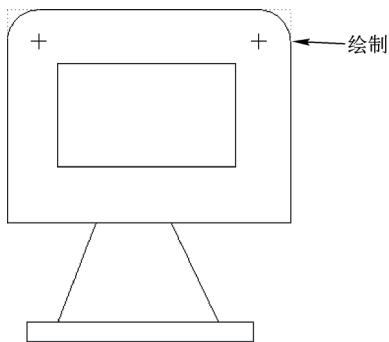

图 2-66 绘制其他圆角
STEP 04 用与上述同样的方法，绘制其他的圆角，单击鼠标中键，完成圆角的绘制，效果如图 2-66 所示。